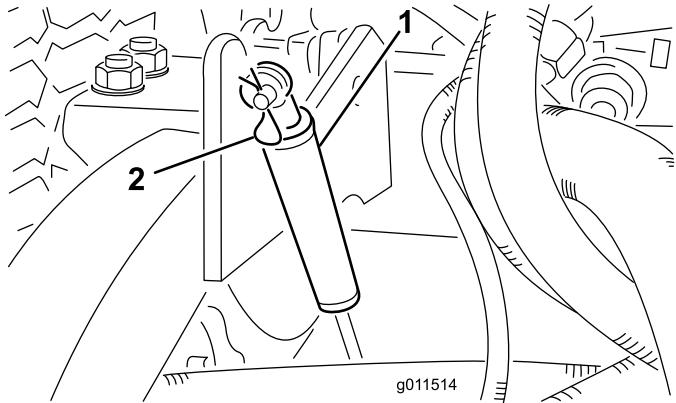

Figura 75
2. Retire o contrapino tipo grampo que fixa os amortecedores aos braços de elevação (Figura 75).